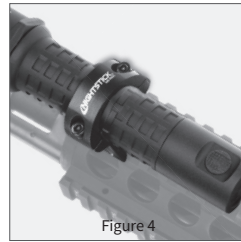

Figure 4
6. Once the location of the mount has been determined, loosen the screws using the supplied Allen wrench and slide the mount onto the handle of the light (Figure 4). Partially tighten the screws.
8. Finish tightening the mount screws, alternating between each a small amount at a time until the gap is equal on both sides (Figure 4).
6. Une fois que vous avez choisi l'emplacement du support de rail, desserrez les vis à l'aide de la clé Allen fournie et faites glisser le support sur la lumière (Figure 4). Serrez légèrement les vis.
8. Terminez de serrer les vis de montage, en alternant entre chacune une petite quantité à la fois jusqu'à ce que l'écart soit égal des deux côtés (Figure 4).